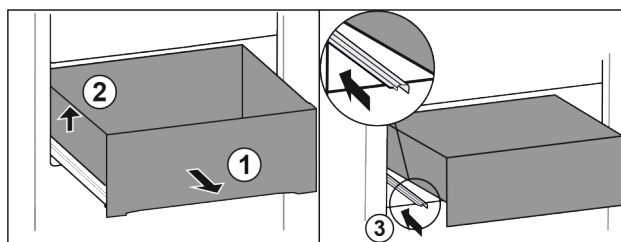

Fig. 77
► Schubfach bis zum Anschlag herausziehen. Fig. 77 (1)
► Schubfach links anheben. Fig. 77 (2)
► Linke Schiene einschieben. Fig. 77 (3)